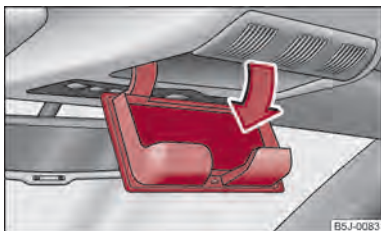

Abb. 70 Ausschnitt des Dachhimmels: Ablagefach für Brille
- Drücken Sie auf den Deckel des Ablagefachs, das Ablagefach klappt nach unten auf ⇒ Abb. 70.